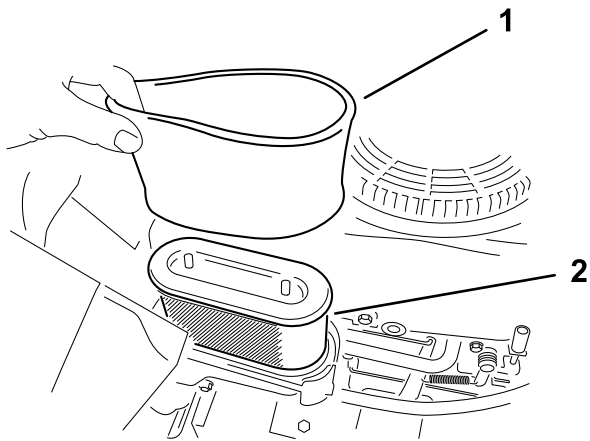

Figura 39
- Scoatei cu grijă elementele de filtrare din spumă i din hârtie din carcasa filtrului de aer (Figura 39).
Notă: Dacă este foarte murdar, înlocuii elementul din hârtie (Figura 39).
- Montai filtrul din spumă pe filtrul din hârtie (Figura 39).